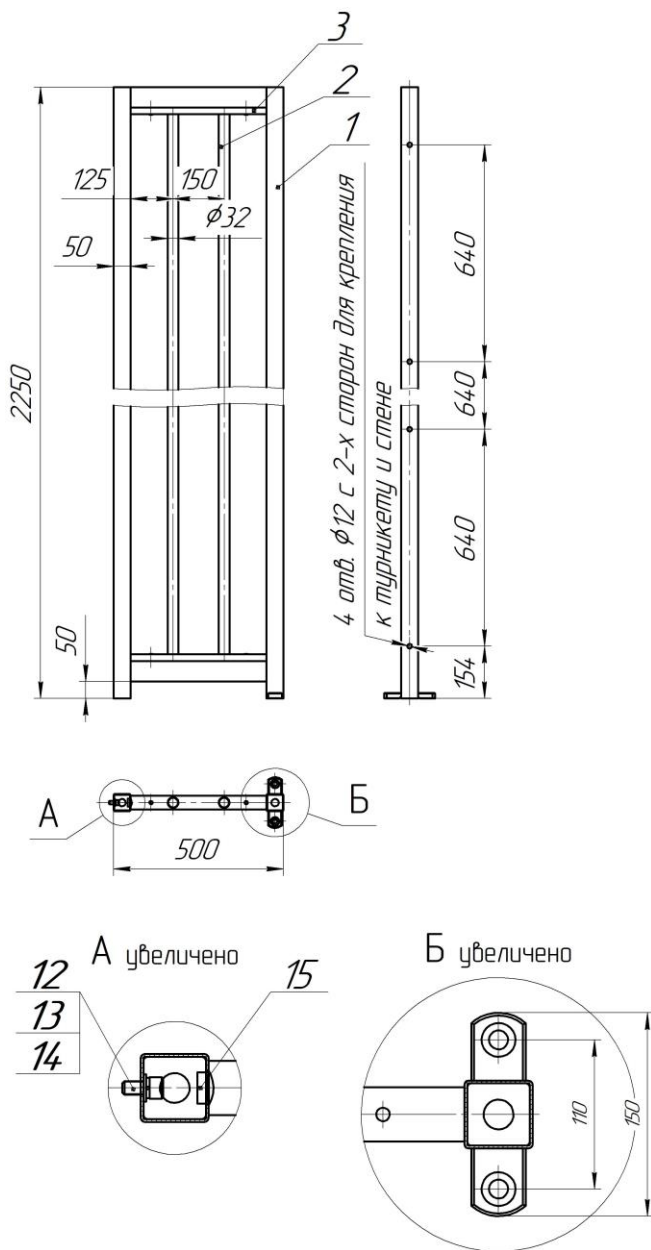

Рис. 1 Конструкция, габаритные и установочные размеры
Установочные размеры указаны на рис. 1÷6.
6.2.5. Установите ограждение на анкерные болты. Закрутите болты. Через отверстия в боковой стойке закрепите ограждение на турникете винтами **14** (см. рис. 1÷6) с шайбами **18, 21** из комплекта поставки. Затяните болты крепления ограждения и анкерные